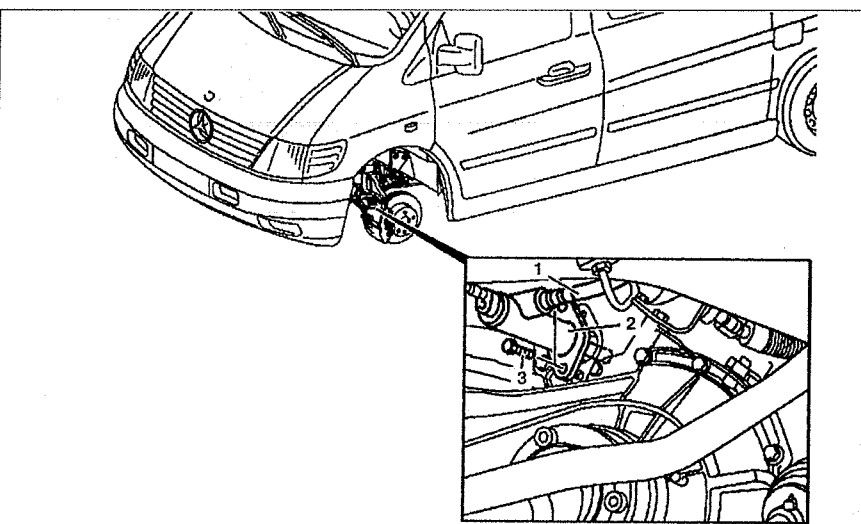

Рис. 6.5. Рабочий цилиндр сцепления (только на автомобилях с двигателями 111.948 и 601.970):
3. Отсоедините гидропровод 1 от фиксатора (см.рис.6.5).